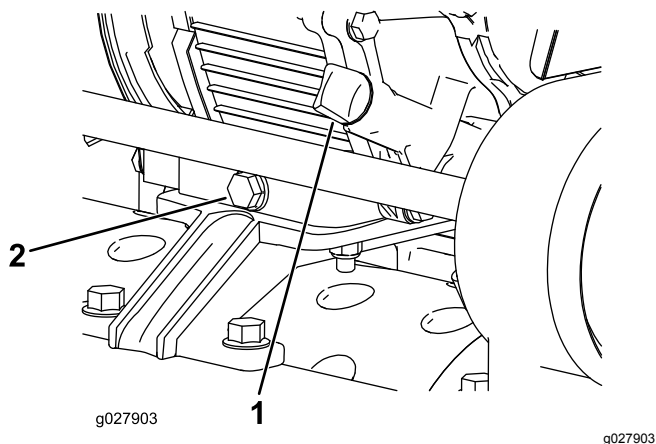

图29
1. 将机器停放在水平地面上并清洁量油尺周围的区域图29。
2. 在机器后部的排油塞下放置一个放油盘 (图29)。拧松排油塞。